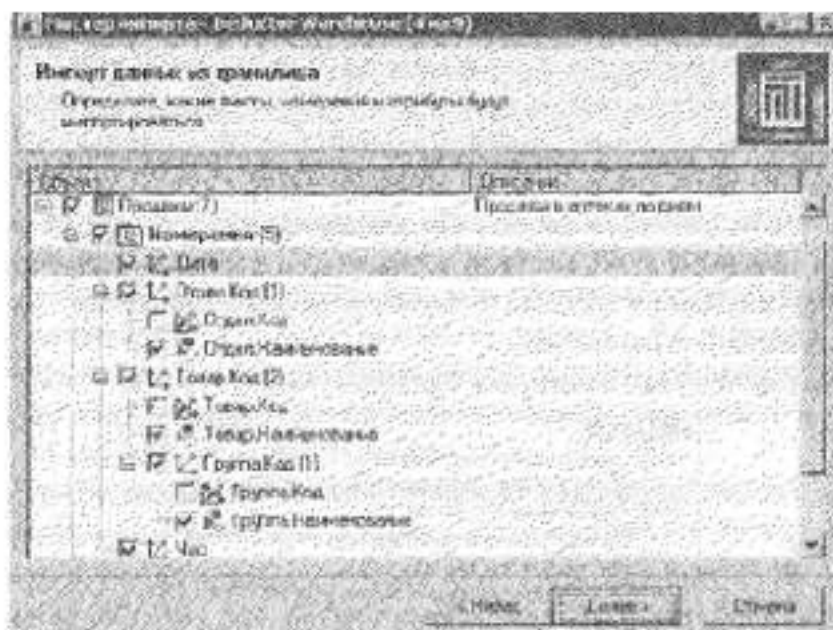

Рис.1.24. Вибір ілюстрованих вимірів та атрибутів
1. За допомогою Майстра імпорту виберіть тип джерела даних - Deductor Warehouse , на наступному кроці - сховище *Фармація*, а потім - процес *Продажі*. Далі задайте, які вимірювання і атрибути необхідно імпортувати (рис. 1.24). Зауважимо, що завдяки ієрархії всередині виміру *Товар.Код* з'явилася можливість доступу до виміру *Група.Код*.